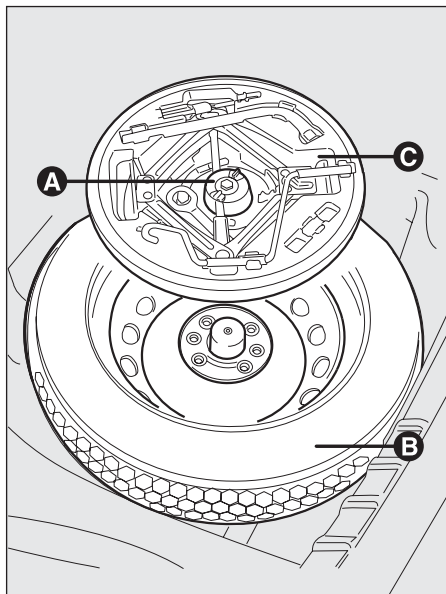

рис. 145
- открутите крепежное приспособление А – рис. 145;